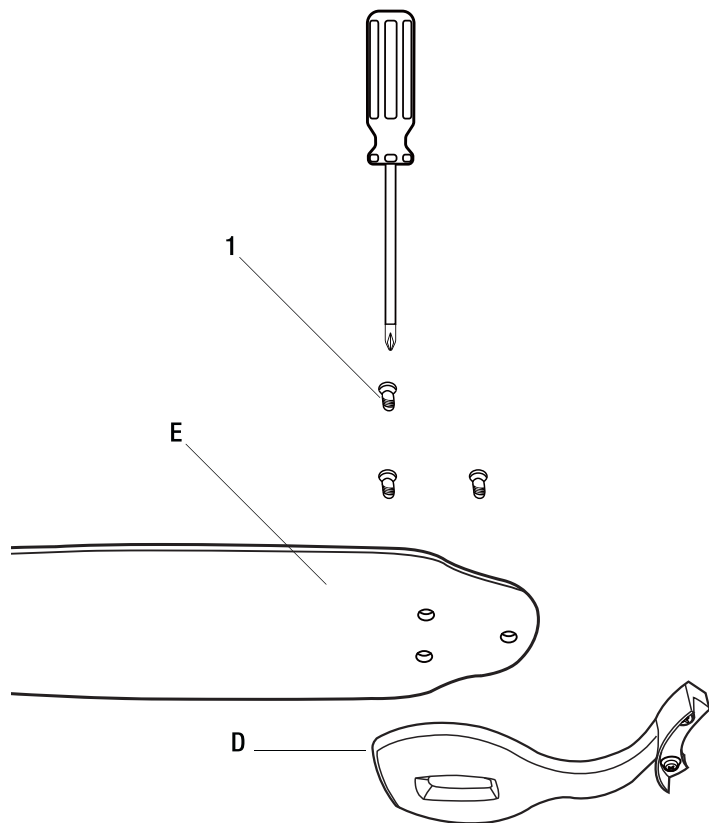

Figura 12
- Monte los porta aspas (D) a las aspas del ventilador (E) usando los tornillos (1) proporcionados – 3 por aspa (Figura 12). Note que las arandelas de goma están preinstaladas al porta aspas (D).